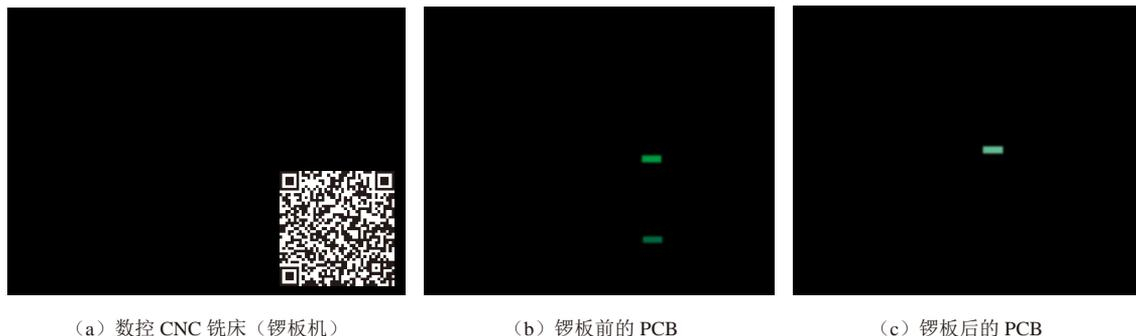

图 3-30 锣板设备及锣板前、后的 PCB
(1) 锣板分割：通过使用锣刀切割或铣削的方法，将 PCB 从排版生产的工作板上分割成 Set 或 PCS 尺寸。锣板设备及锣板前、后的 PCB 如图 3-30 所示。扫描图 3-30 中二维码可查看 PCB 外形锣边视频。